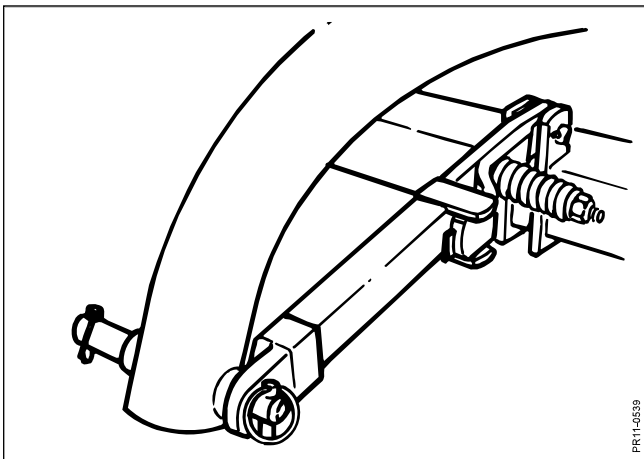

Fig. 1-5
- Fig. 1-5:** Stenudløseren monteres på toprammen.